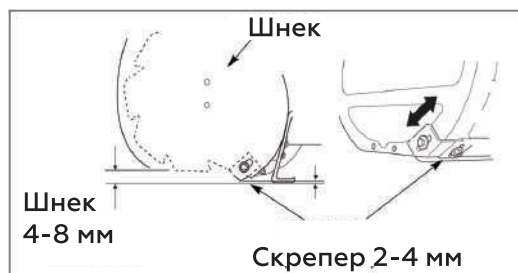

Рис. 18
5. Проверьте дорожный просвет скрепера и при необходимости отрегулируйте. (Рисунок 18)